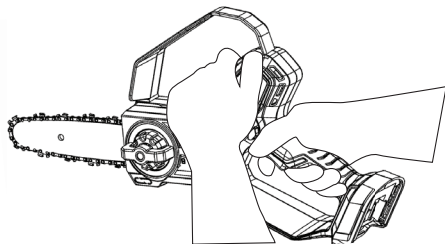

Рис.5 Положение рук при работе пилой
1. При работе всегда удерживайте пилу обеими руками: одной рукой за рукоятку, второй рукой – за корпус двигателя так как это показано на Рис. 5.